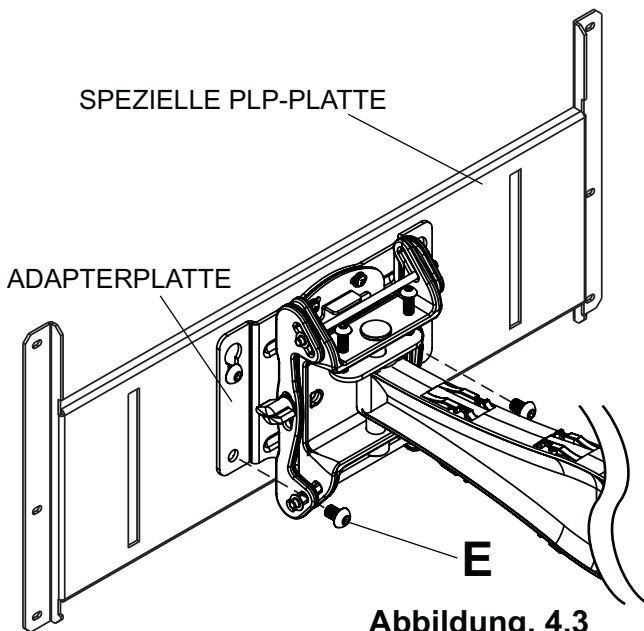

Abbildung. 4.3
- 4-1** Setzen Sie zwei M10 x 15 mm Schrauben (E) in die unteren Löcher der Adapterplatte ein wie in Abbildung 4.3 und 4.4 dargestellt.. Ziehen Sie alle Befestigungsteile mit dem 6 mm Inbusschlüssel (H) an.